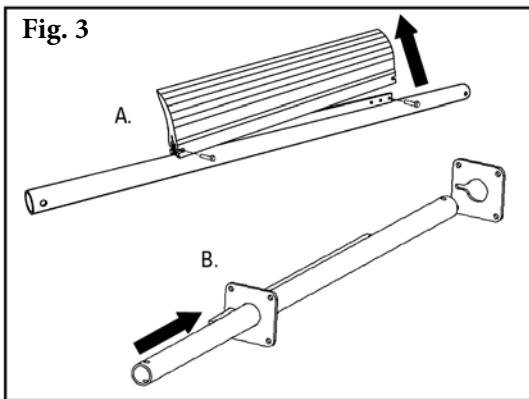

Fig. 3
4. **Instale el eje.** Retire los seguros de la hoja y las hojas del eje e inserte el eje entre las placas de montaje (Fig. 3).